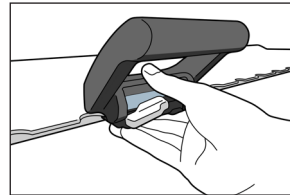

Fig. 6
1. Se till att spaken är i olåst läge (Fig. 6).